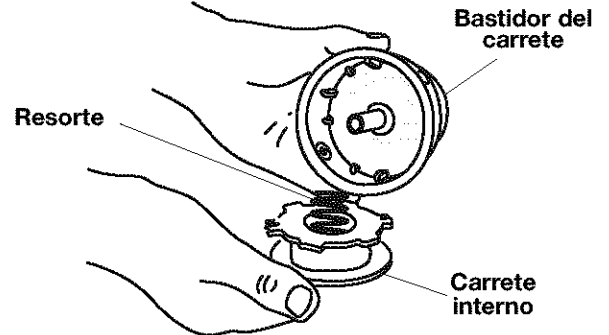

Fig. 20
2. Retire el carrete interno y el resorte (Fig. 20).